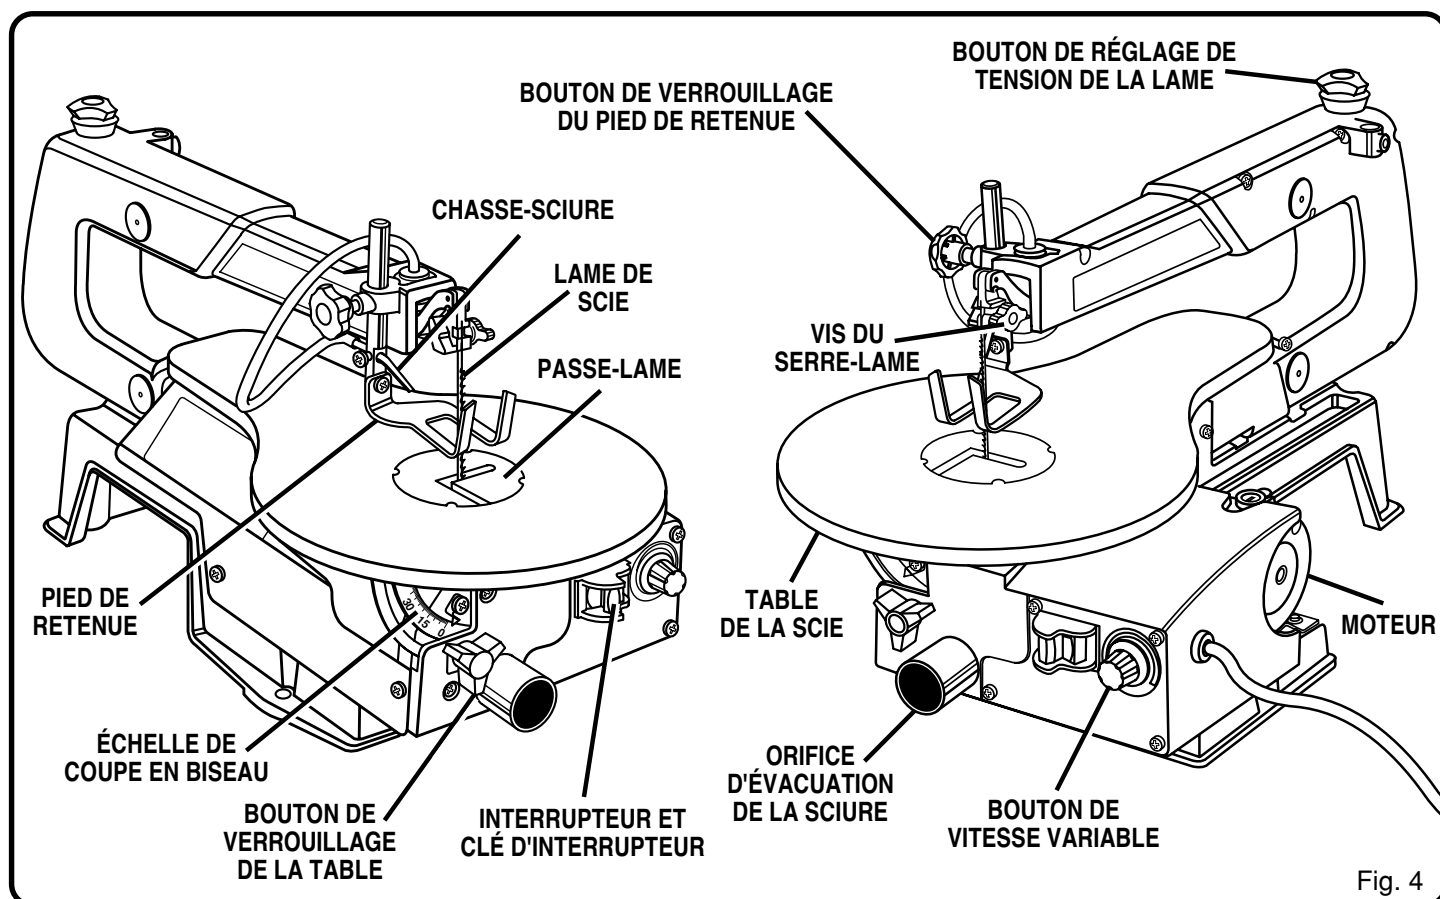

Fig. 4
Avant d'essayer d'utiliser votre scie à chantourner Ryobi, familiarisez-vous avec toutes ses caractéristiques de fonctionnement et mesures de sécurité. Voir figure 4.
- Desserrez le bouton de verrouillage du pied de retenue. Voir figure 4, page 9.